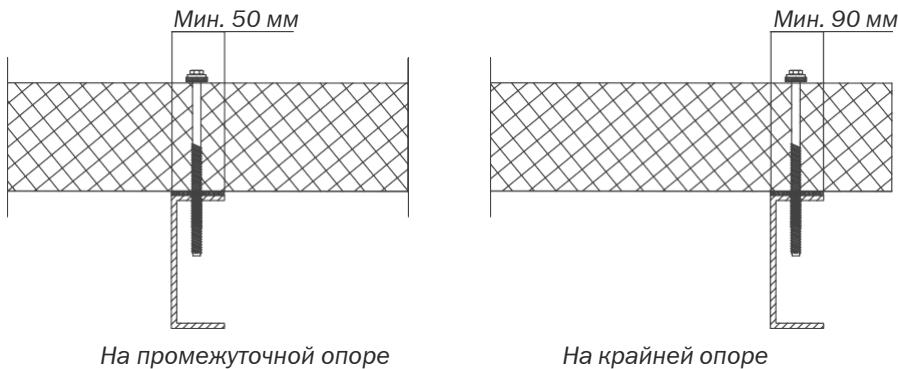

Рис. 27
**Минимальная ширина опоры панелей на промежуточных опорах составляет 50 мм, а на крайней опоре — 90 мм Рис. 27.**